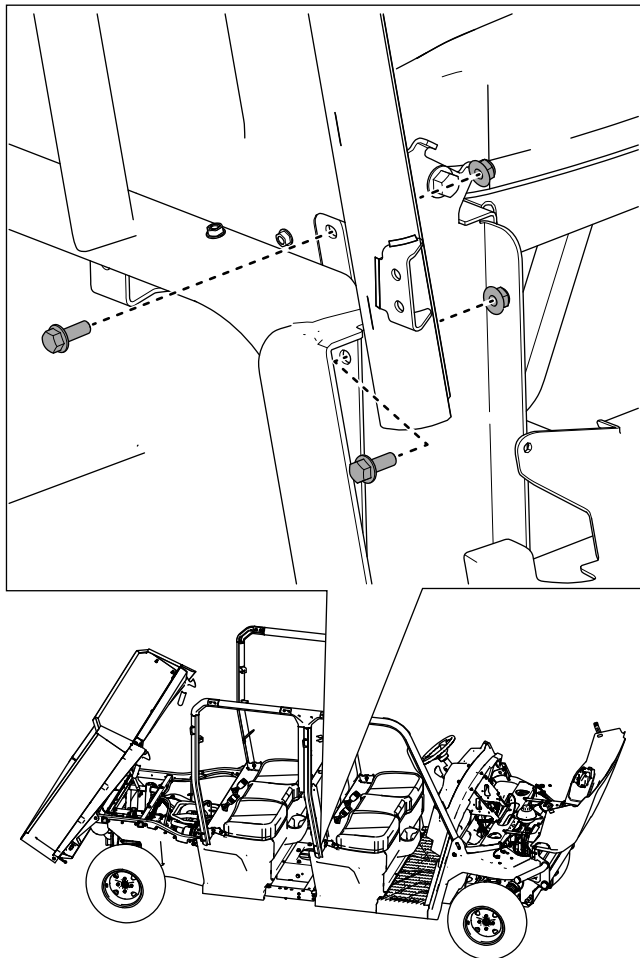

Bild 47
13. Befestigen Sie die Unterseite der rechten, mittleren Überrollbügelbaugruppe mit zwei Bundkopfschrauben ($\frac{3}{8}$ " x 1") und zwei Sicherungsmuttern ($\frac{3}{8}$ ") lose an der Sitzunterteilbaugruppe, wie in **Bild 47** dargestellt.